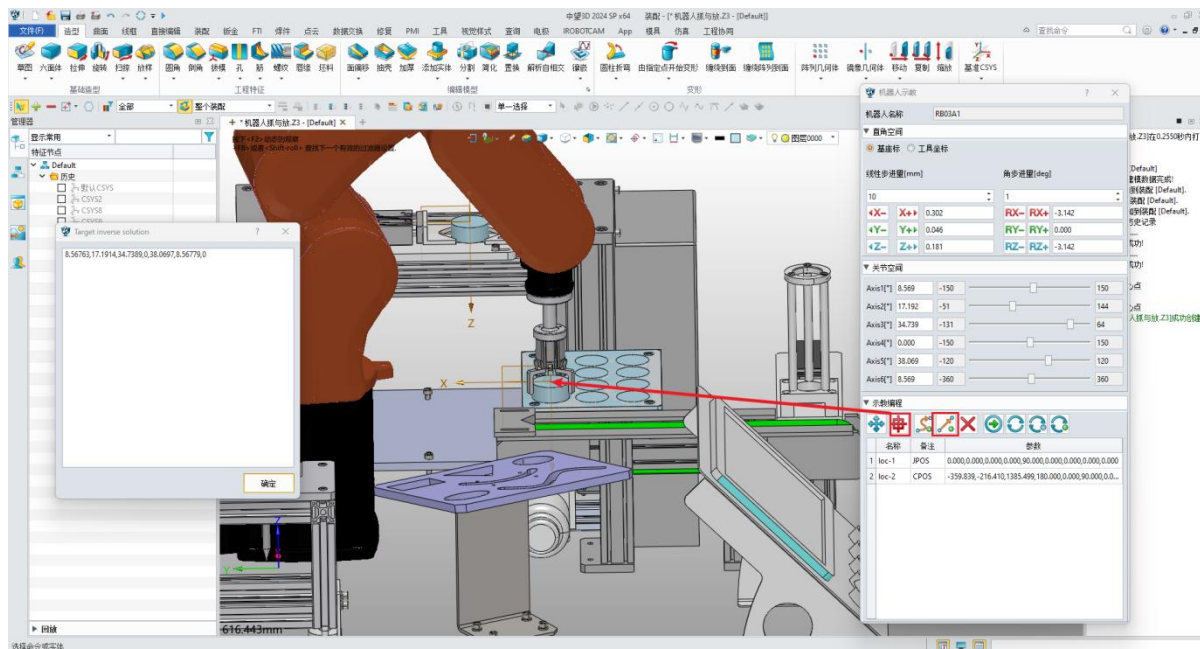

图 10-26: 第二个点
- 单击“记录末端值”将其标记为第二个点。（图 10-26）